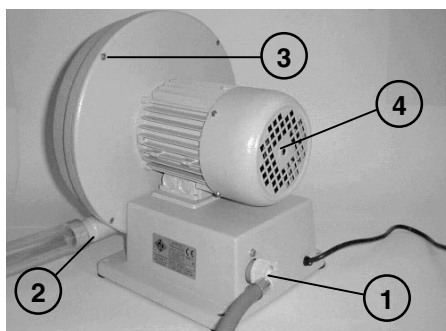
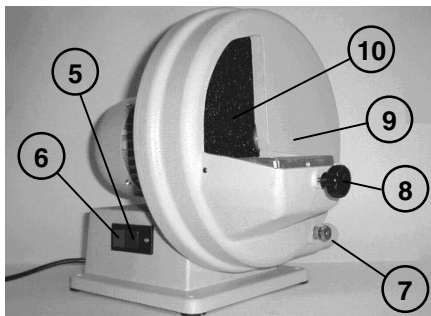

Fig. 1
Fig. 2
- a) le tuyau d'alimentation de l'eau sur le raccord fileté approprié (1 - fig. 1) placé derrière l'appareil – seulement pour le modèle TRIM-1;
- b) le tuyau d'évacuation de l'eau restante sur la goulotte de vidage (2 - fig. 1) – seulement pour le modèle TRIM-1, en mettant l'autre extrémité à l'entrée d'une cuve de décantation; ou bien,
- c) le système d'aspiration prévu (nous conseillons l'utilisation de l'aspirateur AIR-BOX DE GIORGI) sur le raccord (2 - fig. 1) – seulement pour le modèle TRIM ECO DISK;
Pour faire fonctionner l'appareil, appuyer sur le bouton "I" (5 - Fig. 2).
Après chaque utilisation, l'appareil doit être mis en état OFF, en appuyant sur le bouton "O" (6 - Fig. 2).
L'appareil est utilisé dans des cabinets de mécaniciens-dentistes. Le disque (9 - Fig. 2) sert de support à la pièce à travailler; il est inclinable sur trois positions ($90^\circ \pm 10^\circ$) grâce à la présence de trois trous sur lesquels on serre la manette (8 - Fig. 2).
- pendant l'utilisation de l'appareil TRIM ECO DISK, il est obligatoire d'avoir des dispositifs d'aspiration des résidus poussiéreux; le raccorder à la goulotte de vidage (2 - Fig. 1). Il est conseillé d'utiliser l'aspirateur AIR-BOX DE GIORGI.
- a) Bouton de mise en marche (5 - Fig. 2)
- b) Bouton d'arrêt (6 - Fig. 2)
A la mise en marche, l'eau arrive provenant du raccord d'entrée (1 - Fig. 1); le débit peut être réglé par le robinet frontal (7 - Fig. 2) (Seulement pour le modèle TRIM-1).
- d) extraire le disque usé (10 - Fig. 2) (le disque abrasif peut aussi être utilisé de l'autre côté), introduire le neuf et serrer le boulon frontal en maintenant toujours l'arbre moteur bloqué; remonter la protection.